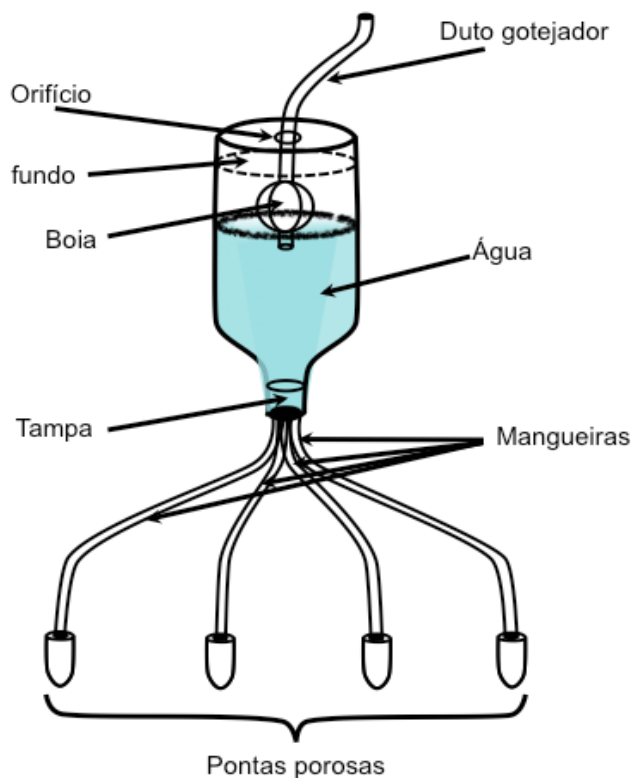

Figura 4 - Distribuidor de Água
15 - instalar a mangueira do gotejador (12) no elemento flutuador (ex: pedaço de isopor) que se encontra dentro do distribuidor. Dentro deste deve ter água para fazer a flutuação, ver Figura 4;